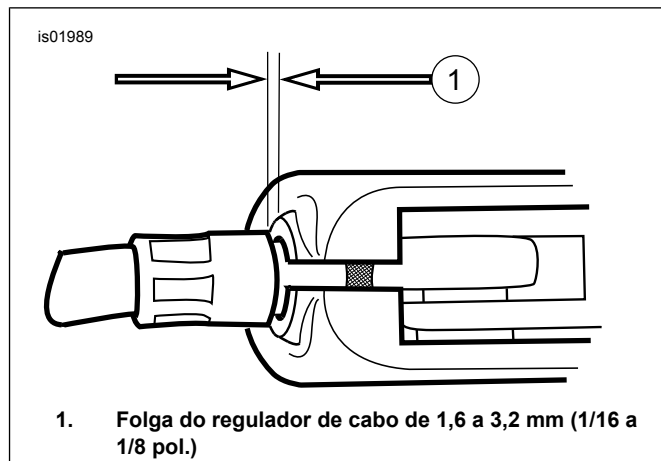

Figura 2. Ajuste do cabo da embreagem
- Afaste o regulador do cabo para longe da contraporca, até eliminar a folga na alavanca manual. Afaste a virola do cabo da embreagem do suporte da alavanca da embreagem para verificar a folga. Gire o regulador do cabo o necessário para conseguir uma folga de 1,6 a 3,2 mm (1/16 a 1/8 pol.) entre a extremidade da virola do cabo e o suporte da alavanca da embreagem, como mostrado na Figura 2.